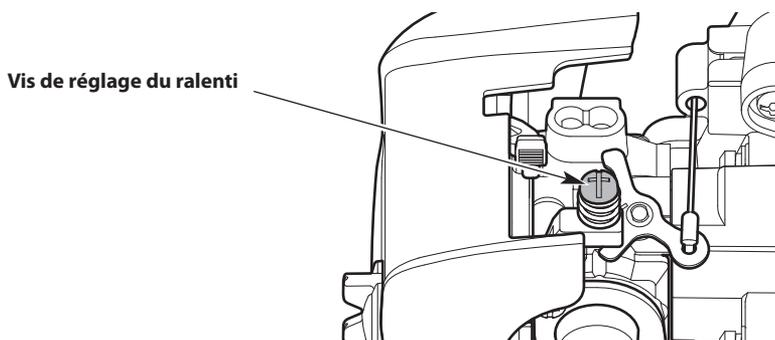

Fig. 21
- Si le moteur s'arrête, augmentez le régime de ralenti. Utilisez un petit tournevis cruciforme pour tourner la vis de ralenti vers la droite, de 1/8 de tour à la fois, et ce, jusqu'à ce que le moteur tourne bien au ralenti (Fig. 21).
- Si la tête de coupe tourne lorsque le moteur est au ralenti, réduisez le régime de ralenti. Tournez la vis de ralenti vers la gauche, de 1/8 de tour à la fois, jusqu'à ce que la tête de coupe cesse de bouger (Fig. 21).